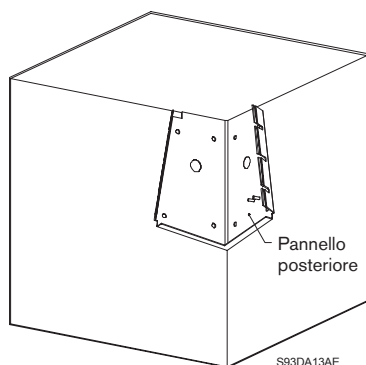

Figura 5: Posizionamento del pannello posteriore
1. Posizionare il pannello posteriore nell'angolo tra le pareti e il soffitto. Vedere Figura 5.